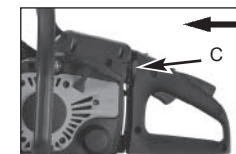

Fig. 9E
5. Renforcez complètement le choke (C) (Fig. 9E)